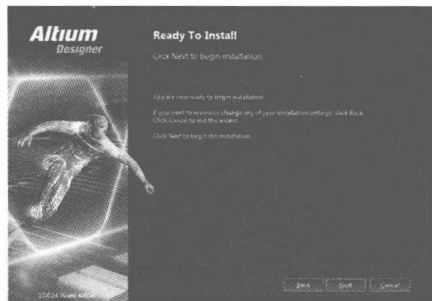

图 1-5 收集完安装信息
5) 单击“Next”按钮，系统弹出如图 1-5 所示的界面，这是 Altium Designer 15 收集完安装信息后的安装向导对话框，提示用户可以开始安装了。